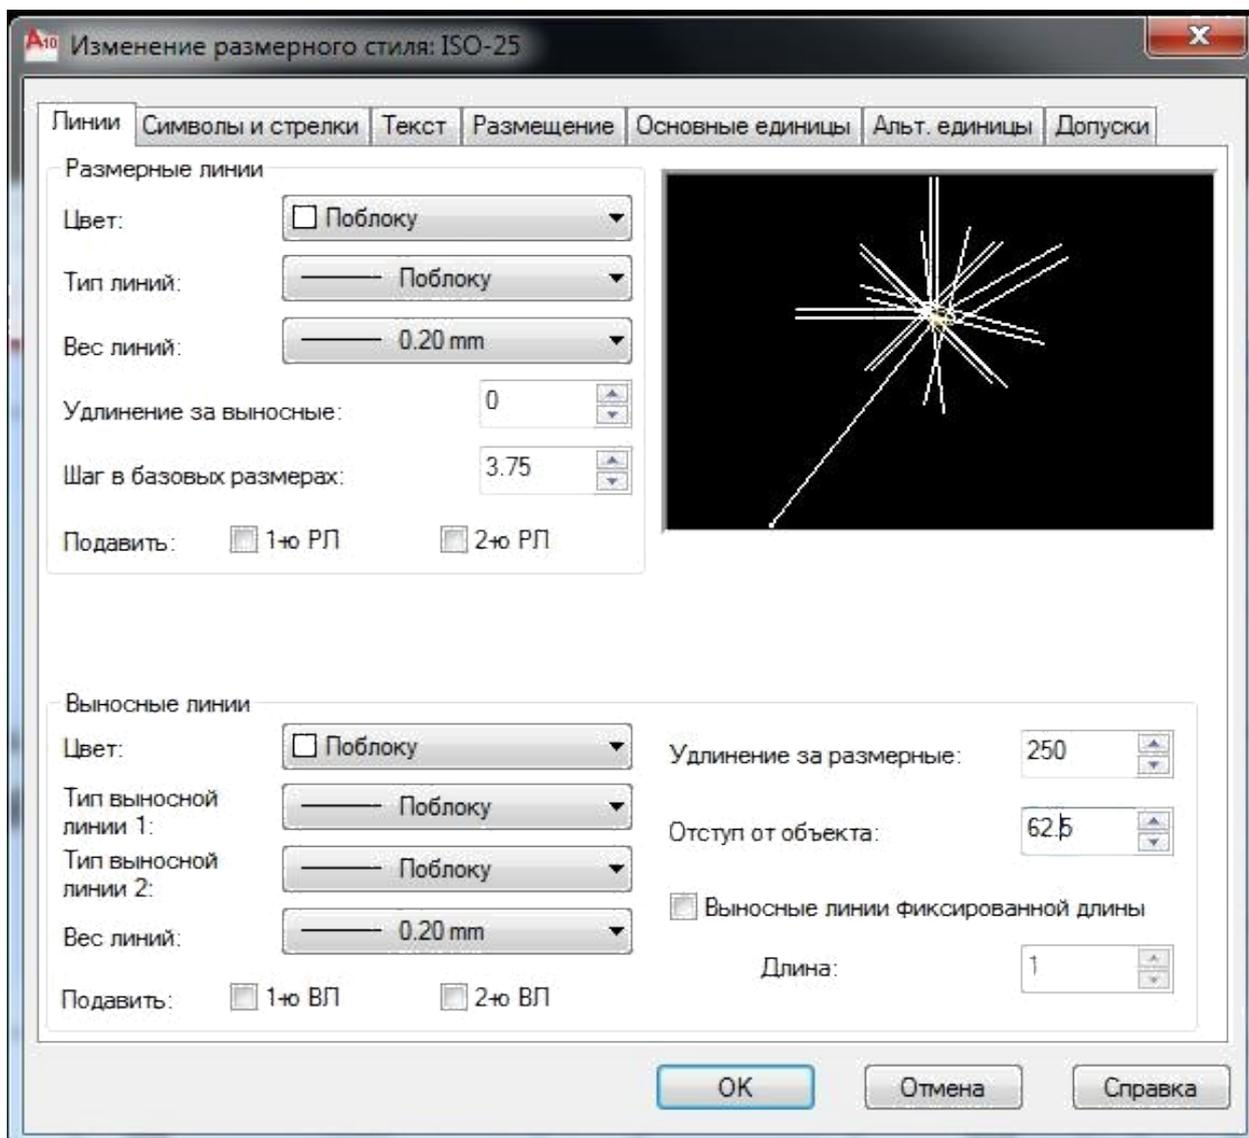

Рисунок 7.4. Панель «Изменение размерного стиля ISO-25».Линии.
- Редактировать ► Линии ► Вес линий ► 0.20 ► Выносные линии ► 0.20 ► Удлинение за размерные ► 250, см. Рисунок 7.4.